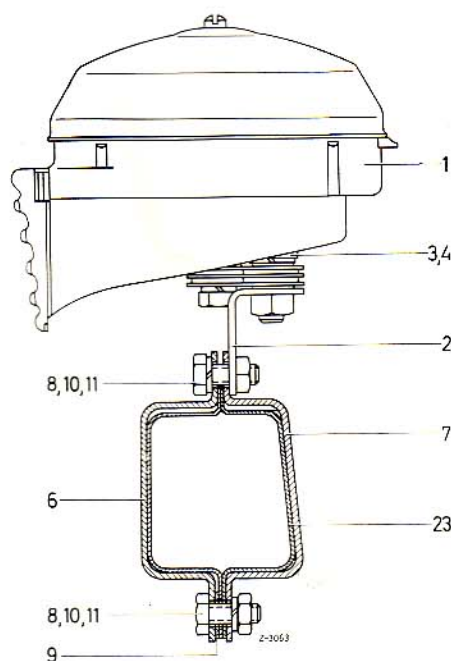

Bild 54-2/3
Bei den Coupés und Cabriolets der Typen 220 SEB, 250 SE und 280 SE/8 die Halter (6) und (7) zusammen mit dem Halter (2) links am vorderen Querträger (23) mit den Teilen Pos. 8 bis 11 befestigen (Bild 54-2/3). Sofern eine Klimaanlage bzw. Kühlerjalousie eingebaut, ist nur ein Außenanbau der Fanfaren möglich. Beim Typ 300 SE Coupé und Cabriolet jeweils die beiden inneren Sechskantschrauben, die zur Befestigung der Stoßfängeroberteile am Stoßfänger dienen, heraus-schrauben. Anschließend die Halter (2) mit den Sechskantschrauben (8) und Scheiben (9), zusammen mit dem linken und rechten Stoßfängeroberteil (25) am Stoßfänger (24) anschrauben (Bild 54-2/4).
3. Fanfaren (1) mit den Sechskantschrauben (3) und Federringen (4), beim 300 SE Coupé